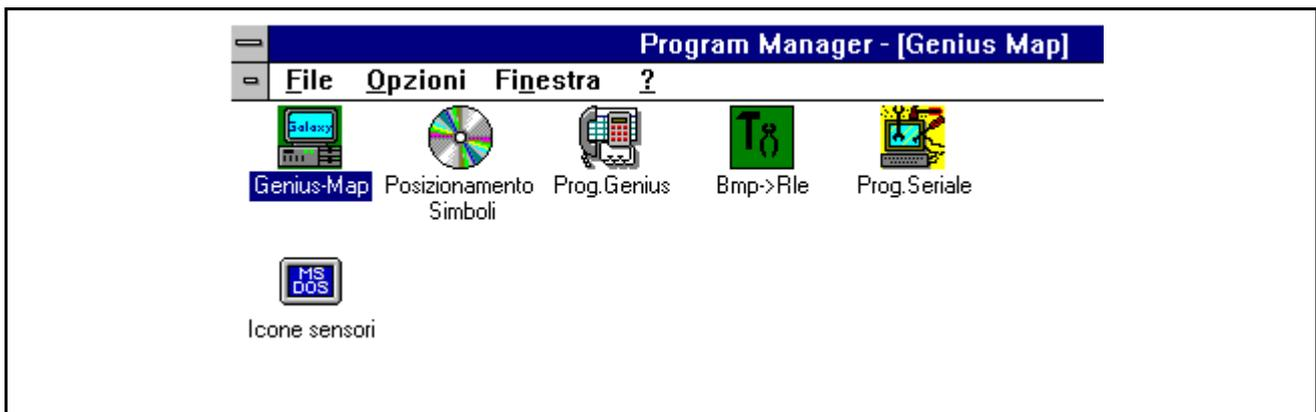

Figura 1.
- d) all'interno del gruppo posiziona le icone (come da sottostante figura 1).